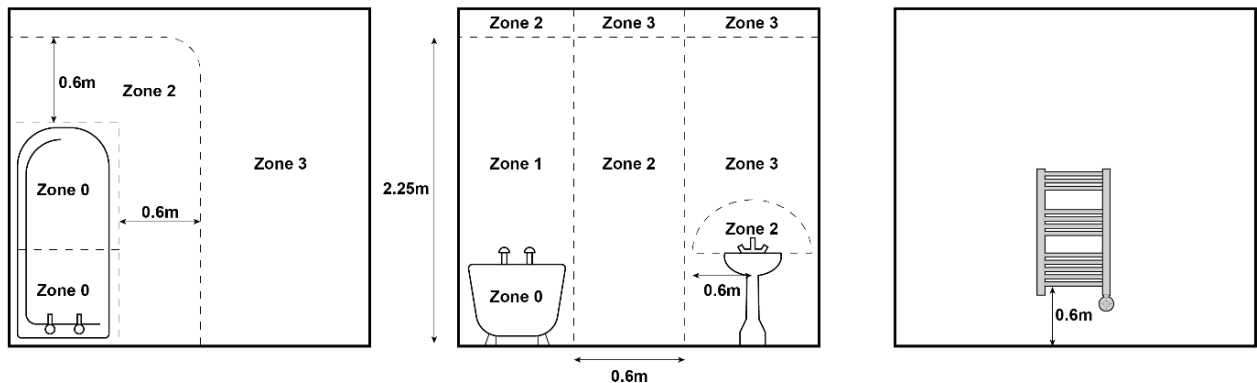

Abbildung 3
WARNUNG: Um eine Gefährdung von Kleinkindern zu vermeiden, muss dieses Gerät so installiert werden, dass sich die unterste Heizschiene mindestens 600 mm über dem Boden befindet (Abbildung 3).
- Der -Regler darf nicht in einen Handtuchhalter in ZONE 0 oder ZONE 1 (Zonendefinition IEC 60364-7-701 in Abbildung 3) eingebaut werden.